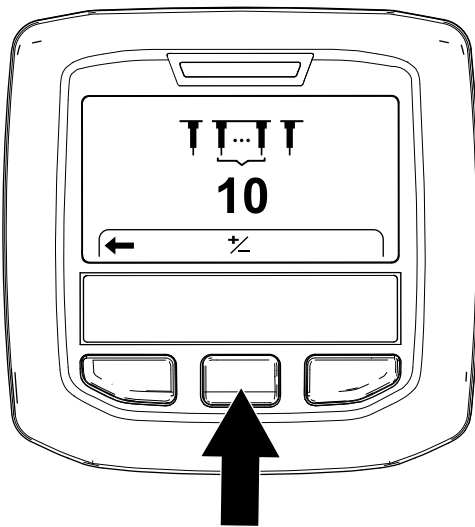

Bild 61
3. Drücken Sie die rechte InfoCenter-Taste, bis der Bildschirm zum „Einstellen der Anzahl der Tines“ angezeigt wird (Bild 61).